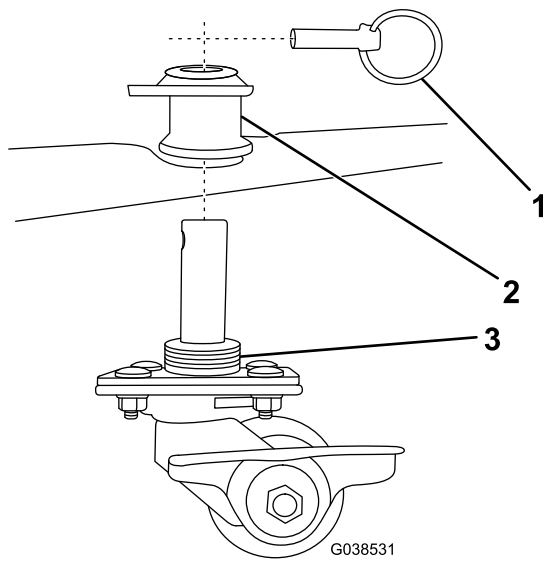

Figura 5
4. Coloque las zapatas de las ruedas giratorias grandes en los portazapatas de la pala y fíjelos con un pasador de seguridad (Figura 5).